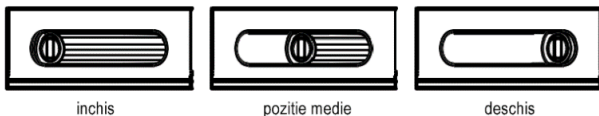

Fig. 4. Un exemplu de reglare a admisiei de aer proaspat (tavita cenusar).
- maneta de reglare a amortizorului, prin ajustarea tirajului coșului de fum, (vezi fig. 4),